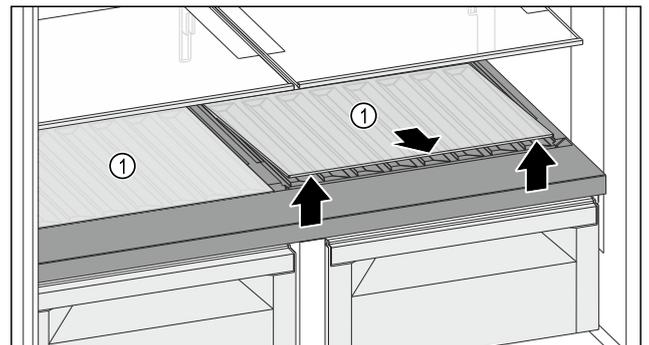

Fig. 125
- ▶ Eine Glasplatte oder beide Glasplatten Fig. 125 (1) an der Aussparung vorne anheben und herausnehmen.
- ▶ Glasplatte(n) Fig. 125 (1) außerhalb des Geräts sicher aufbewahren.